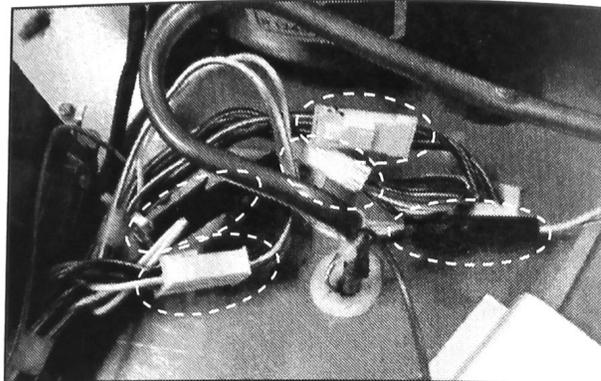

FIGURE 4
6. Débrancher les cinq connecteurs à proximité du compresseur. Veiller à débrancher la totalité des connecteurs repérés par des pointillés dans la Figure 4.